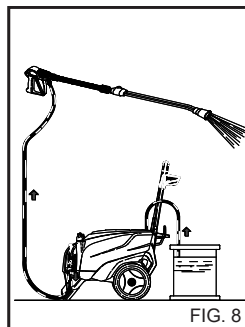

FIG. 8
Après l'emploi d'un détergent, le circuit d'aspiration doit être rincé avec de l'eau propre (fig. 8).
- 1) Après l'emploi avec du détergent, rincer le circuit d'aspiration; enfiler le tuyau d'aspiration (fig. 8) du détergent dans un bidon d'eau propre et faire fonctionner la pompe pendant 1 minute avec le robinet de dosage complètement ouvert et la lance en phase de sortie du détergent.
4) Après l'emploi avec du détergent, rincer le circuit d'aspiration; enfilez le tuyau d'aspiration (fig. 8) du détergent dans un bidon d'eau propre et faire fonctionner la pompe pendant 1 minute avec la lance en phase de sortie du détergent.